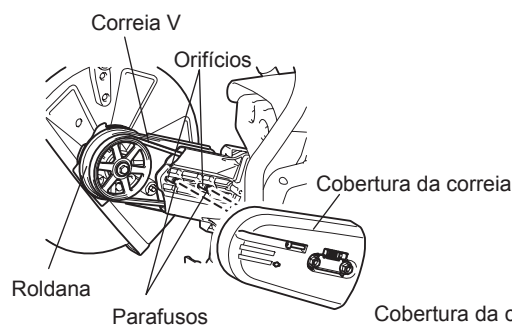

Fig. 6
- (6) Vire o acessório de corte removido, passe o parafuso pelo orifício, e remonte na direção B. Remonte a correia V na roldana. (Fig. 6)